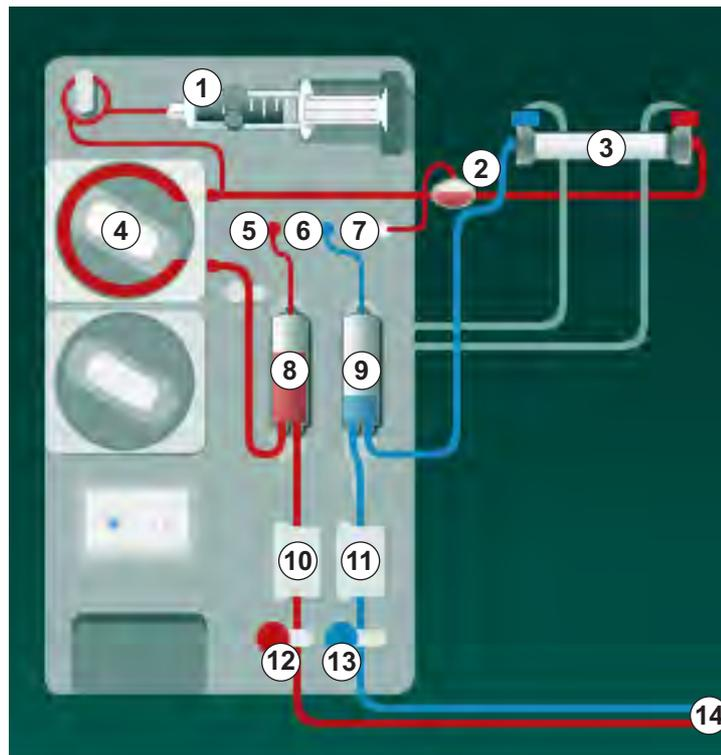

Fig. 9-3 Inserção do sistema de linha de sangue - Crossover de Punção Única
1. Ajuste o dialisador (Fig. 9-3, ③) no suporte do dialisador (vide seção 5.6 Conexão do Dialisador (99)).
- 5 Sensor de pressão arterial (PA)
- 6 Sensor de pressão venosa (PV)